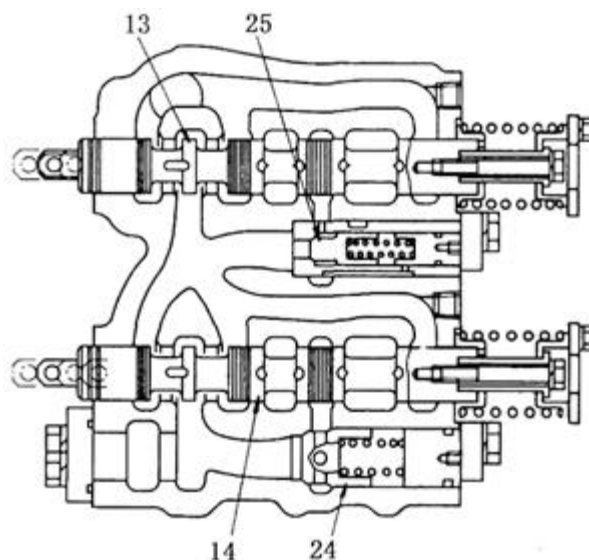

Рис. 5-60
Впускной обратный клапан (25) (см. Рис. 5-60) устанавливается в целях достижения иде-